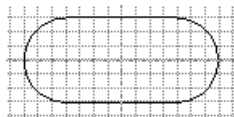

图 4.9.5 镜像图元 (二)
(3) 选取竖直的构造线为镜像中心线，则图元被镜像到镜像中心线右侧，如图 4.9.5 所示。